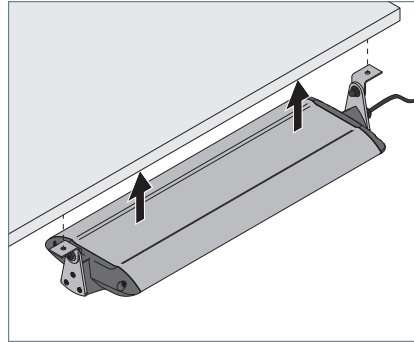

Fig. 1: Leuchte montieren.
- ▶ Montieren Sie die Leuchte mit geeigneten Schrauben an die Montagefläche und ziehen Sie die Schrauben fest, siehe Fig. 1. Verwenden Sie bei Bedarf Unterlegscheiben.